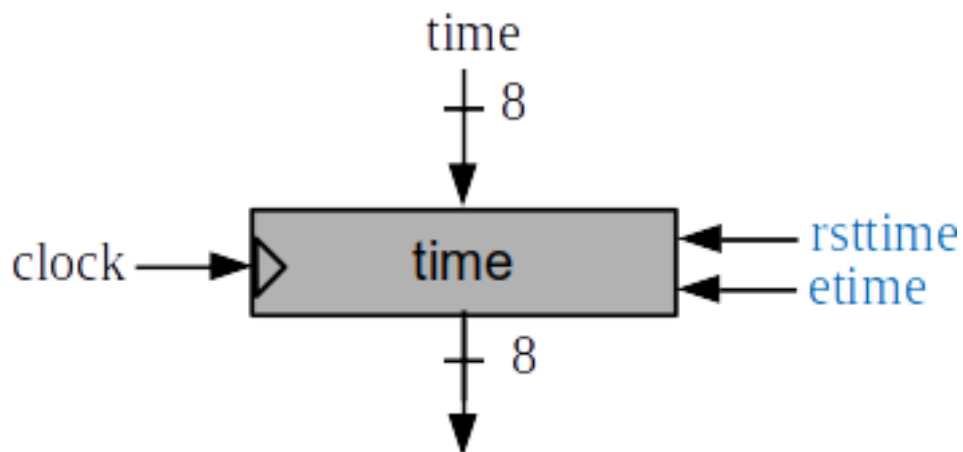

Figura 2.4: Circuito para atribuição do registrador time.
(1) **time = time + 1** (linha 34). Figura 2.4.